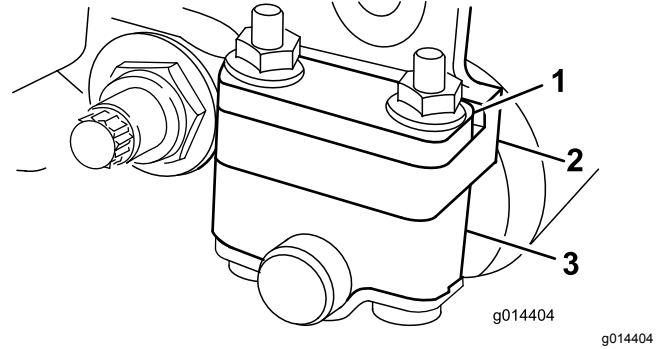
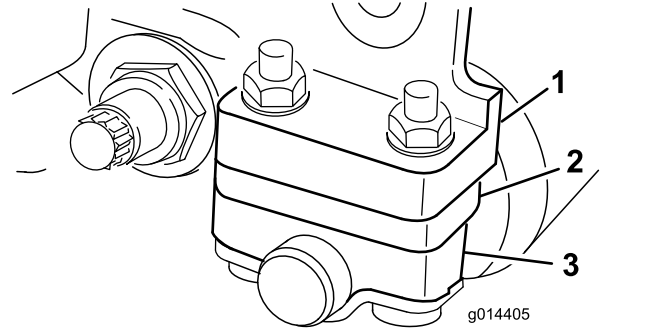

图12
图13
根据您想要的剪草高度范围需要将后滚筒支架 图12 或 图13 调整到较低或较高的位置
- 如 图12 所示当剪草高度设置介于 1.56mm 之间时将隔片放在侧板安装法兰的上方出厂设置。
- 如 图13 所示当剪草高度设置介于 325mm 之间时将隔片放在侧板安装法兰的下方出厂设置。
4. 需要时将隔片放入滚筒支架上方或下方的螺栓上 图12 或 图13。